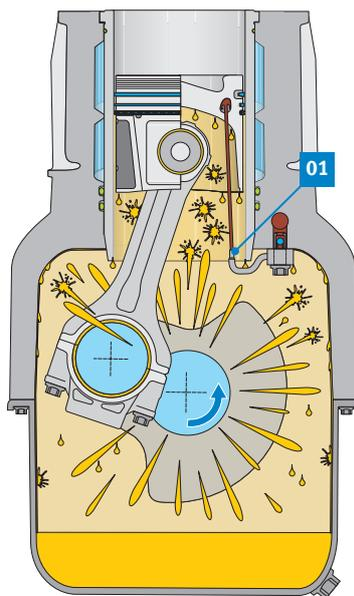

Abb. 2: Direkte und indirekte Bauteilschmierung durch Spritz- und Schleuderöl
In Abb. 2 ist die Schmiersituation eines Motors bei mittlerer Drehzahl abgebildet. Durch die höhere Drehzahl ist genügend Öldruck vorhanden, so dass die Ventile der Ölspritzdüsen öffnen, um die Kühlölkanäle der Kolben mit frischem Öl zu versorgen (01).